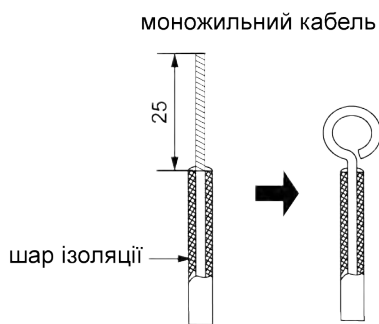

Рис. 5.1.1
(1) Під'єднання моножильного кабелю (як показано на Рис. 5.1.1).